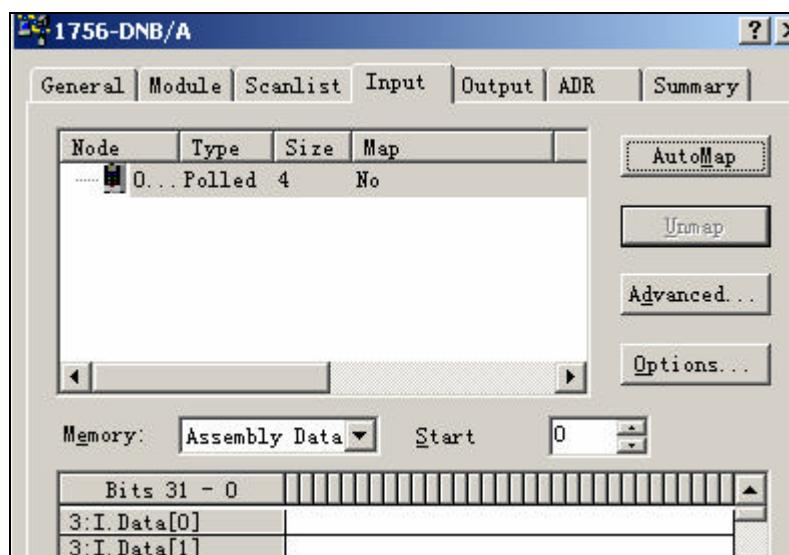

图 4-23 点击 AutoMap 自动映射
17. 选择 Input 选项卡 , 可以由 Start 选择映射起始位置 , 单击 AutoMap , 即可完成输入字的映射 , 如图 4-23 所示。